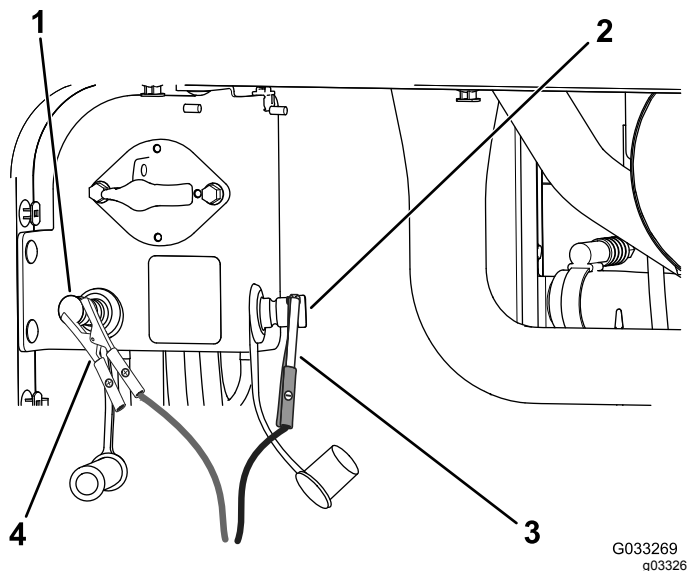

図 99
4. プラスのジャンプ端子にプラスケーブルを接続する 図 99。
5. マイナスのジャンプ端子にマイナス-ケーブルを接続する 図 99。
7. エンジンが始動したら、もう一人が、まずマイナス (-) の救援ケーブルを外し、次にプラス (+) の救援ケーブルを外す (図 99)。